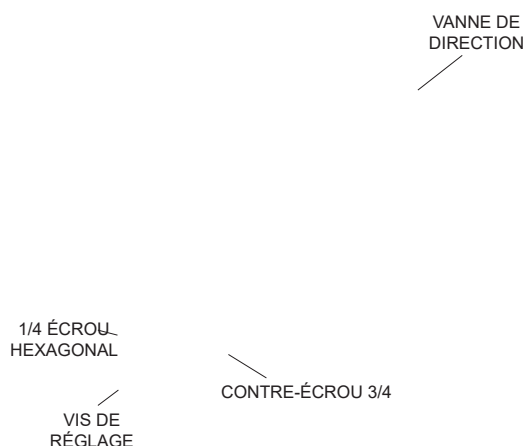

Figure 31. Réglage de la pression de la direction
5. Desserrer le contre-écrou de 3/4 » sur la soupape de direction (Figure 31).